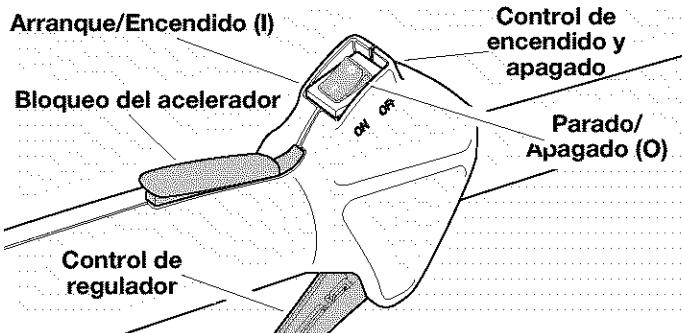

Fig. 15
2. Para parar el motor mueva el control de apagado On/Off a la posición de parado (**OFF**) (Fig. 15).
1. Mueva el control de apagado On/Off a la posición de arranque (**ON**) (Fig. 15).